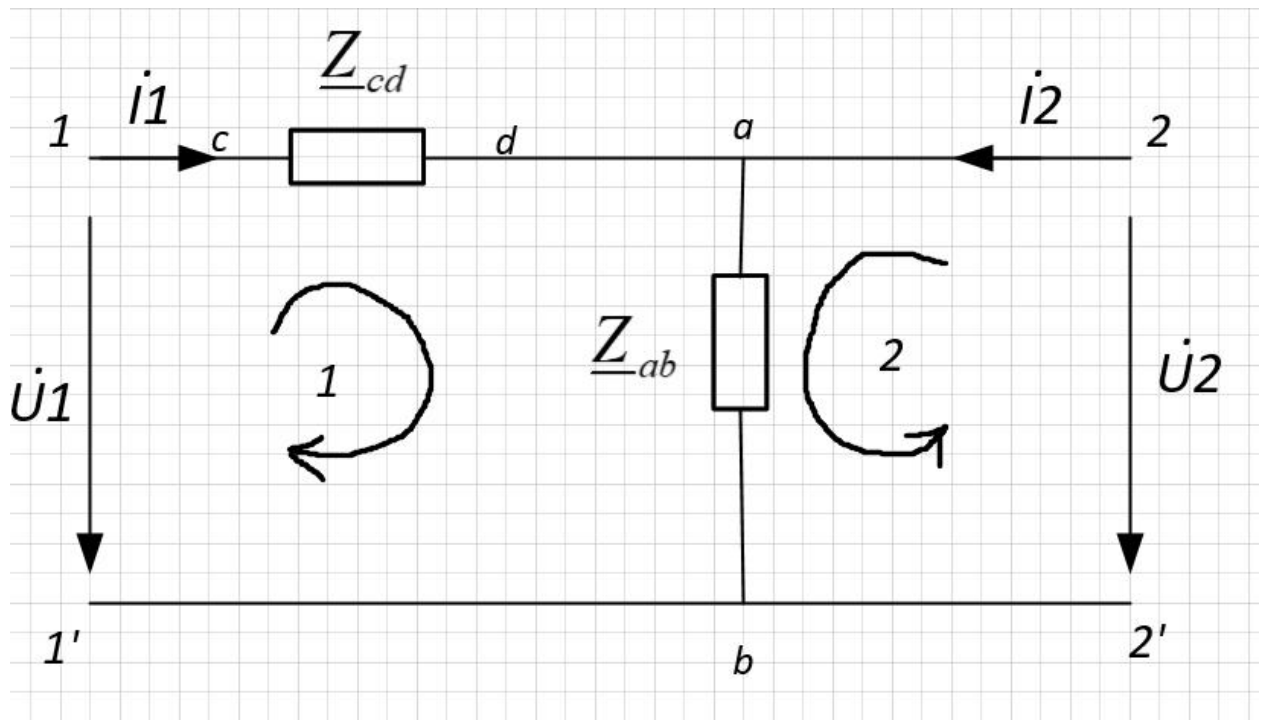

Рис. 7.3. Эквивалентная схема пассивного четырехполюсника
Запишем уравнение по 2-му закону Кирхгофа для 1-го контура (Рис. 7.3)
Уравнение по 2-му ЗК для 1-го контура (рис. 7.3)
Уравнение по 2-му ЗК для 1-го контура (рис. 7.3) будет иметь вид:
Уравнение по 2-му ЗК для 2-го контура (рис. 7.3) тоже будет иметь вид (14), а значит:
Так как ток  $\dot{I}_{1K3}$  идет по закоротке 2 – 2' , уравнение по 2-му ЗК для 1-го контура рис. 7.3 будет иметь вид: